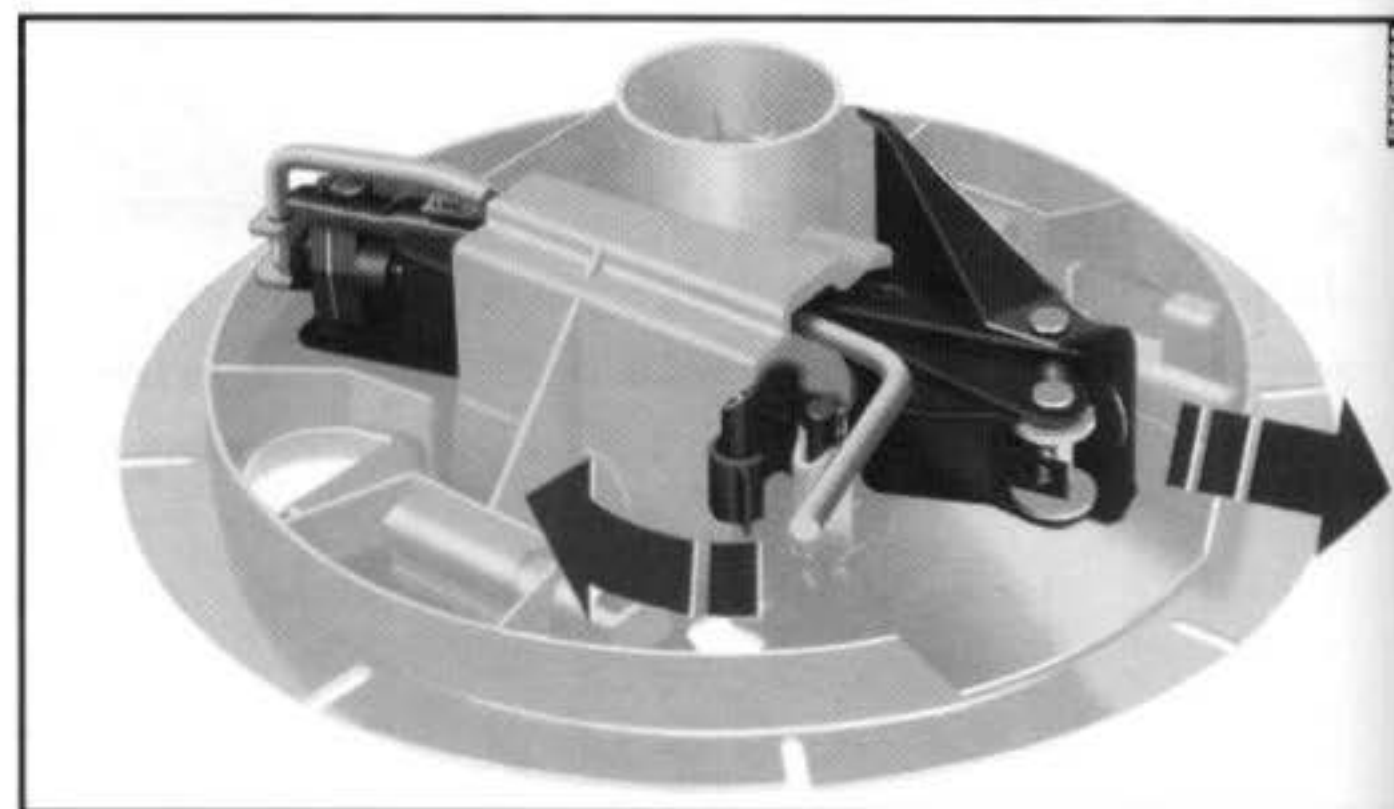

fig. 3
- Soltar as ferramentas, remover o macaco **fig. 3** destravando e puxando-o de sua sede.